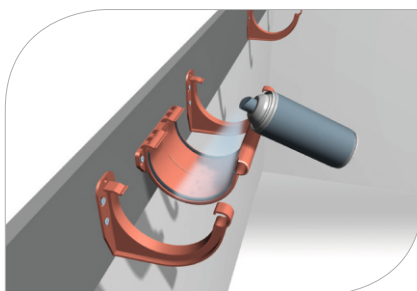

рис. 5
- 1.8 Перед монтажом системы Galeco PVC следует смазать уплотнители фитингов скользящим средством для обеспечения лучшего движения желоба во время изменений температуры **(рис. 5)**